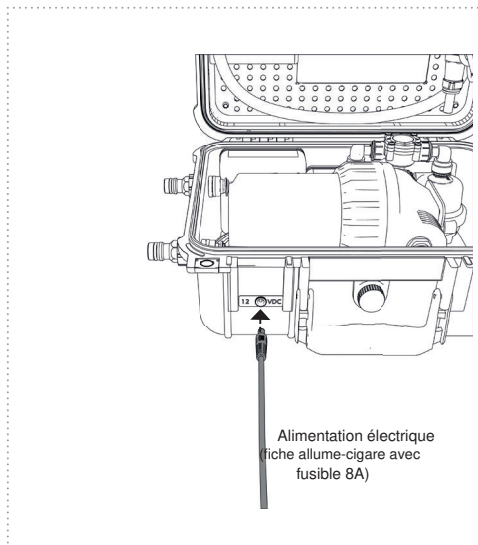

Figure 8
6. Raccordez l'alimentation électrique (fiche allume-cigare) à la valise UV-aid+ (Fig. 8)